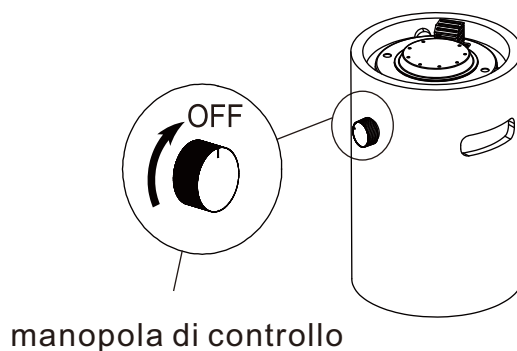

Figura 1
2. Verificare che la manopola di controllo sia in posizione "OFF" prima di iniziare il montaggio (vedere Figura 1).